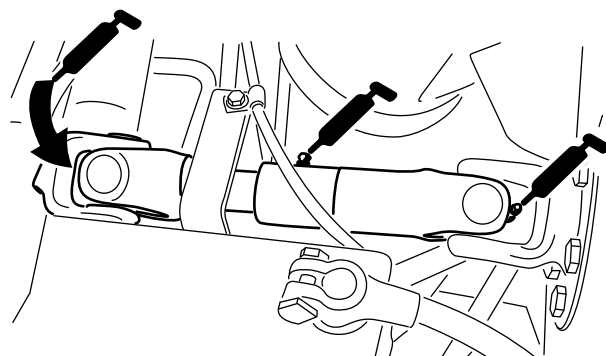

Figura 45
- Articulación de cardán del árbol de transmisión de la bomba (3) (Figura 45)